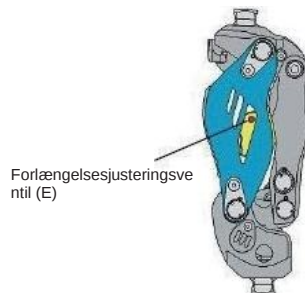
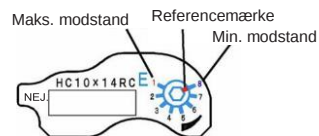

Fig. 13 Placering af forlængelsesjusteringsventilen
Fig. 14 Gradueret skala for forlængelsesjusteringsventilen
Hvis det endelige stød sker i slutningen af svingfasen, skal du justere forlængelsesmodstanden. Som vist på fig. 13, er ventilen til justering af forlængelsen (E) placeret til venstre set fra brugeren. Som vist på fig. 14, er skalaen gradueret fra "1" til "8". "1" svarer til den højeste hydrauliske modstand, og "8" svarer til den laveste. (Reference) Fabriksindstilling: "8"